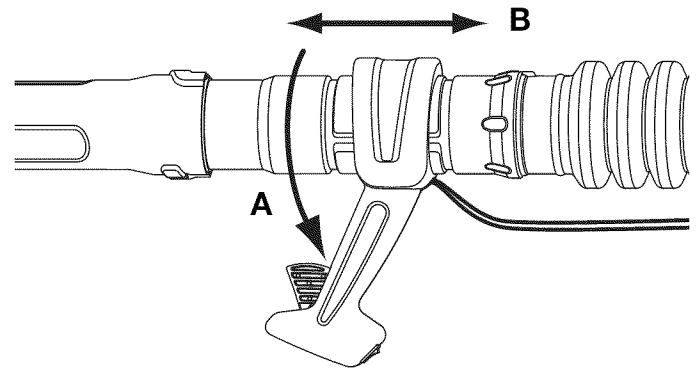

Fig. 8
1. Haga girar el mango de control del regulador en el sentido contrario a las agujas del reloj alrededor del tubo de la sopladora hasta que apunte directamente hacia abajo (Fig. 8, A).
2. Tire del mango de control del regulador o empujelo a lo largo del tubo de la manija hasta que quede a una distancia cómoda de la sopladora de mochila (Fig. 8, B).